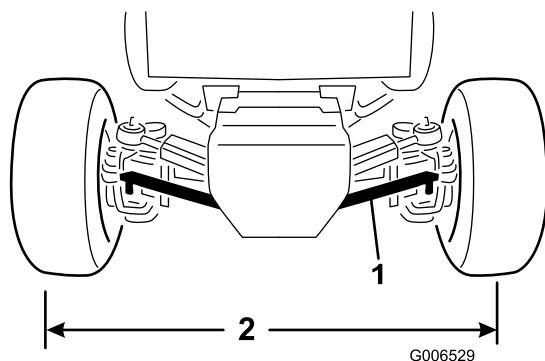

Figura 59
2. Retire as porcas que fixam uma junta da barra de direcção ao suporte de montagem no eixo; em seguida, retire a junta do eixo (Figura 59).
4. Rode as uniões das barras transversais até que a distância centro a centro à frente e atrás das rodas traseiras seja a mesma (Figura 59).